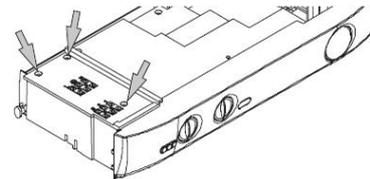

Figure 4.11
- Desserrez les vis et retirez le couvercle du bornier (Figure 4.11).